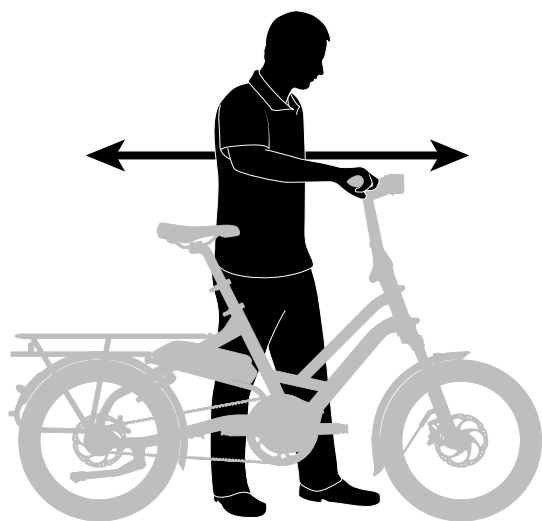

figura 14
- Premi il freno anteriore e fai oscillare la bici in avanti e indietro (figura 14). Ti sembra stabile? Se senti un rumore a ogni movimento in avanti o all'indietro della bici, probabilmente hai un canotto allentato. Chiedi al tuo rivenditore di controllarlo.